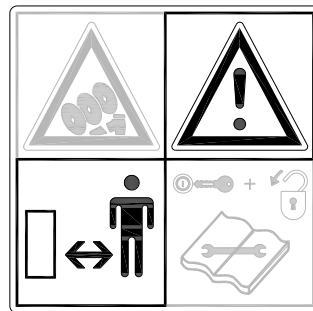

Fig. 5
**Mantenere la distanza minima di sicurezza di 4 metri!** (Fig. 5)